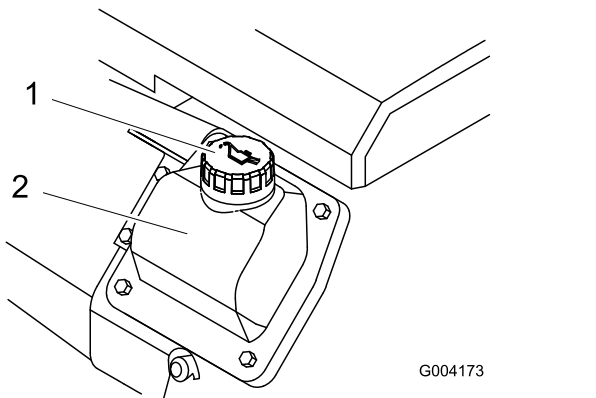

Рисунок 36
8. В случае низкого уровня масла очистите область вокруг крышки заливной горловины и снимите крышку (Рисунок 36).
6. Снимите крышку маслозаливной горловины (Рисунок 36) и медленно залейте примерно 80% от указанного количества масла через крышку клапана.
- Снимите крышку маслозаливной горловины (Рисунок 36) и медленно залейте примерно 80% от указанного количества масла через крышку клапана.